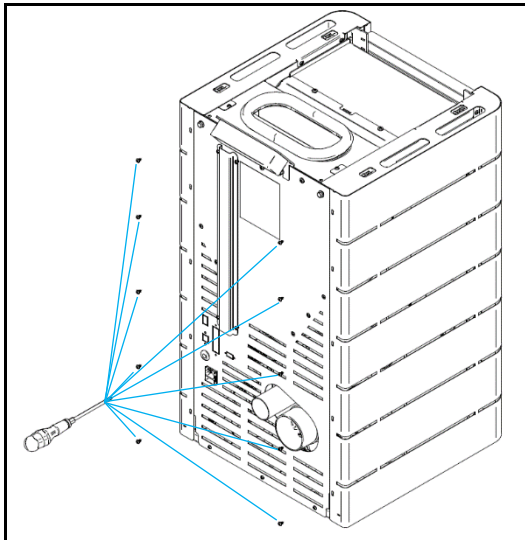

Figura 25 - Fijación de las capas laterales
e) Apretar las laterales en la parte posterior utilizando 10 tornillos del kit, tal como se demuestra en la Figura 25.